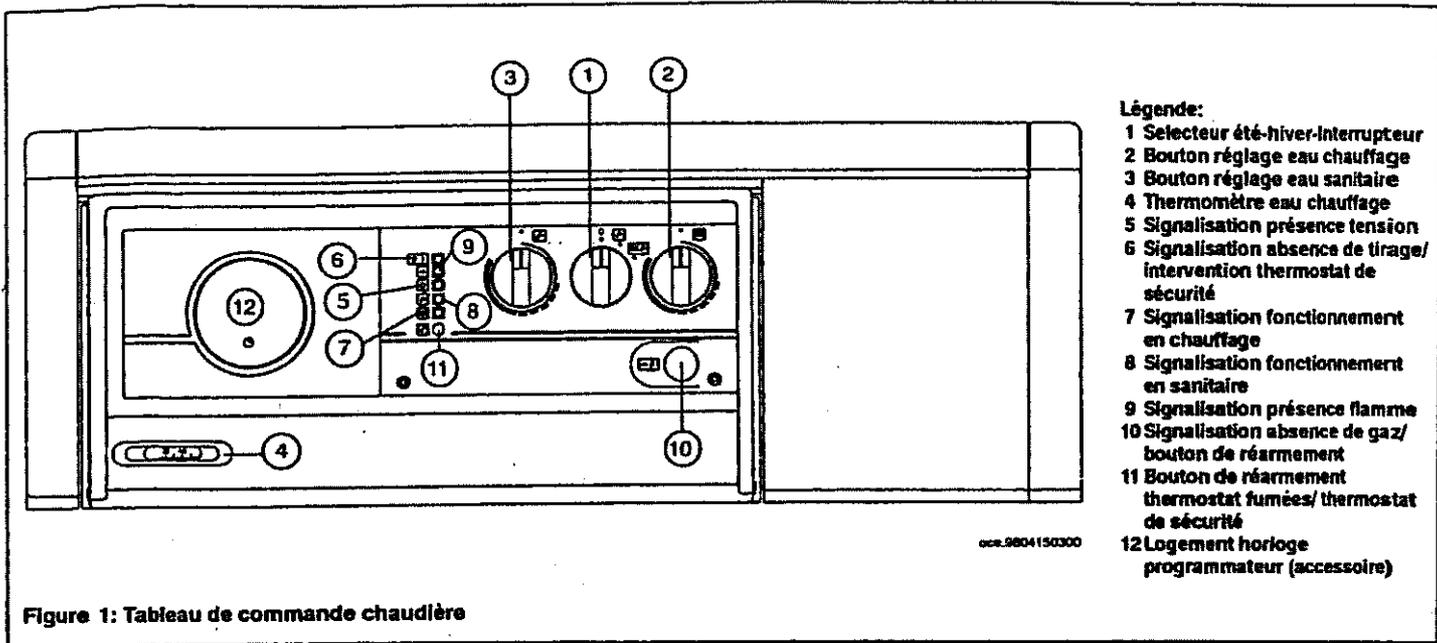

Figure 1: Tableau de commande chaudière
- Tourner le bouton du sélecteur (Réf. 1 Figure 1) mettant la chaudière en position Été ou Hiver selon le fonctionnement désiré. Contrôler que le signal présence tension (Réf. 5 Figure 1) soit allumé et que le signal manque de gaz soit éteint (Réf. 10 Figure 1). Si celui-ci est allumé, appuyer sur le bouton poussoir de réarmement (Réf. 10 Figure 1) de façon à en provoquer l'extinction.
- Positionner l'index du thermostat de réglage eau de chauffage (Réf. 2 Figure 1) afin que la chaudière fonctionne au régime thermique voulu.
- Positionner l'index du thermostat du ballon (Réf. 3 Figure 1) selon la valeur souhaitée pour l'eau chaude sanitaire.
Il est possible d'exclure la fonction "sanitaire" en plaçant le bouton (Réf. 3 Figure 1) à la valeur minimale qui correspond à la fonction antigel du ballon.
**Important :** avec le sélecteur (Réf. 1 Figure 1) en position Hiver, il faut quelques minutes d'attente à chaque intervention du dispositif de réglage du chauffage (Réf. 2 Figure 2). Pour obtenir immédiatement un nouvel allumage du brûleur mettre le sélecteur en position (0) et remettre en position Hiver.
- Mettre le sélecteur été/hiver (Réf. 1 Figure 1) en position "Été".
- Mettre l'index du thermostat du ballon (Réf. 3 Figure 1) à la valeur souhaitée pour l'eau chaude sanitaire.
**Attention:** pendant le premier allumage, avant l'évacuation de l'air contenu dans le tuyau à gaz, il est possible que le brûleur ne s'allume pas et que la chaudière se bloque (signal rouge allumé Réf. 10 Figure 1).
Nous conseillons dans ce cas de répéter les opérations de redémarrage jusqu'à l'arrivée du gaz au brûleur par le poussoir de blocage (Réf. 10 Figure 1).
Faute d'un thermostat d'ambiance, il est possible de contrôler la température ambiante par le thermostat de réglage de la chaudière (Réf. 2 Figure 1); dans ces conditions la pompe fonctionne toujours.